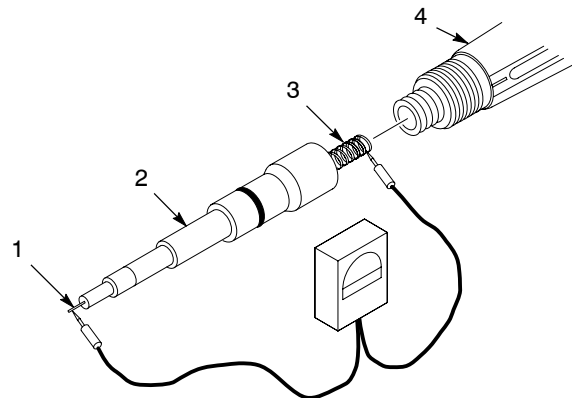

Fig.5 Contrôle de la résistance de l'ensemble multiplicateur/résistance
2. Voir la figure 5. Dévisser la sonde résistive (2) et la séparer du multiplicateur (4).